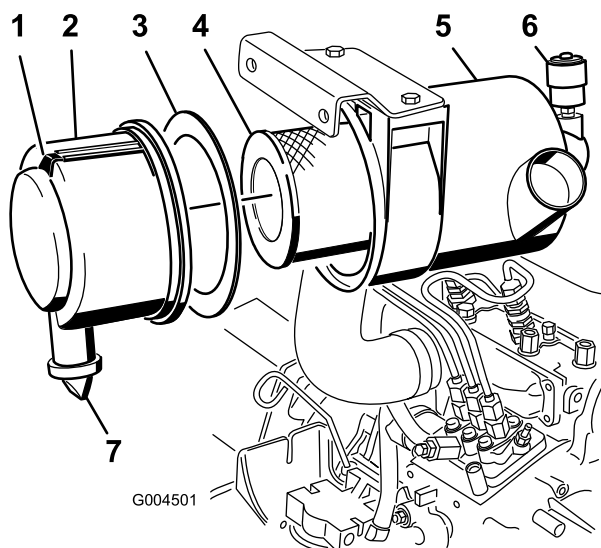

Bild 45
- Warten Sie den Luftfilter, wenn die Luftfilteranzeige rot anzeigt (Bild 45) oder nach jeweils 400 Betriebsstunden (häufiger in sehr staubigen oder schmutzigen Bedingungen). Warten Sie den Luftfilter nicht zu häufig.
1. Ziehen Sie den Riegel nach außen und drehen Sie die Luftfilterabdeckung nach links (Bild 45).
2. Entfernen Sie die Abdeckung vom Luftfiltergehäuse (Bild 45).
4. Entfernen und wechseln Sie den Hauptfilter aus (Bild 45).
6. Stellen Sie sicher, dass die Schaumdichtung in der Abdeckung liegt und nicht gerissen oder beschädigt ist (Bild 45). Ersetzen Sie die Dichtung, wenn sie beschädigt ist.
- A. Nehmen Sie das Gummiauslassventil von der Abdeckung ab (Bild 45).
10. Stellen Sie die Anzeige (Bild 45) zurück, wenn sie auf Rot steht.